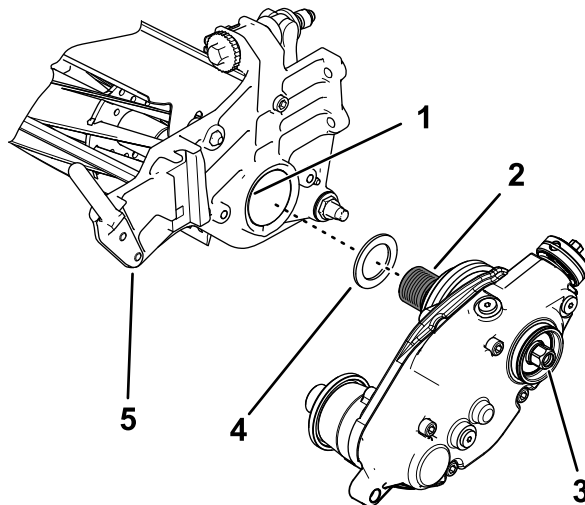

Рисунок 7
2. Установите регулировочную шайбу на резьбу переходника барабана (Рисунок 7).
4. Присоедините блок привода механической щетки к валу барабана (Рисунок 7).
6. Удерживая барабан в зафиксированном положении, затяните шестигранную головку на валу блока привода с моментом от 135 до 150 Н·м; см. Рисунок 7.